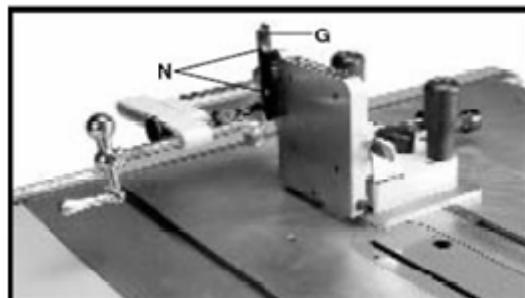

Рисунок 23
6. Для предотвращения выкалывания частей заготовки при вырезании бокового паза, вспомогательный деревянный упорный брускок может быть прикреплен к упору (G), Рис. 23, двумя шурупами через просверленные отверстия (N). На Рисунке 24 показан вспомогательный деревянный брускок (P), прикрепленный к упору.